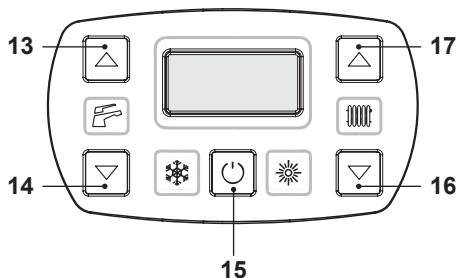
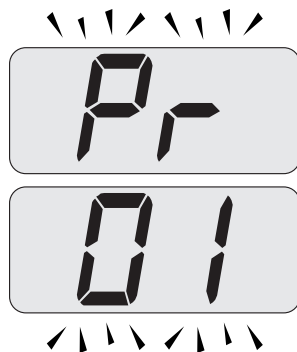

Figura 9.19
Figura 9.20
- Entrare in "modalità programmazione" premendo contemporaneamente per 10 secondi i tasti 15 - 16 - 17 (Figura 9.19) fino a far apparire sul display LCD le lettere **Pr** che si alternano con il codice **01**, indicanti l'entrata nel "parametro 01" (Figura 9.20).
- Premere contemporaneamente i tasti 16 e 17 (Figura 9.19) fino a far apparire sul display LCD le lettere **LP** che si alternano con il valore di temperatura dell'acqua di
- Premendo il tasto 17 (Figura 9.19) è possibile variare la potenza in modalità spazzacamino: con visualizzazione sul display LCD delle lettere **hP** che si alternano con il valore di temperatura dell'acqua di riscaldamento (es.32), siamo in "funzione spazzacamino" alla potenza minima in riscaldamento (Figura 9.22).
- Ripremendo contemporaneamente per 10 secondi i tasti 15 - 16 - 17 (Figura 9.19) si esce dalla "modalità spazzacamino" e si ritorna allo stato di caldaia precedente-